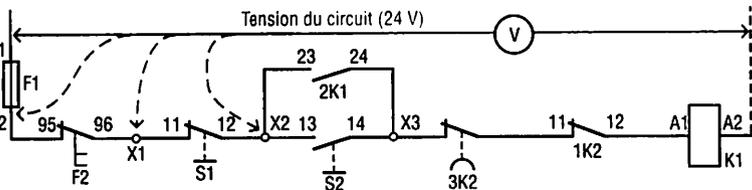

Fig. 10 : Schéma développé d'un circuit de commande (contrôle sous tension).
Considérons le circuit de commande du contacteur K1 (*fig. 10*).
- Installation sous tension : on va mesurer la tension d'alimentation en amont puis en aval des fusibles et du relais thermique (*fig. 10*).